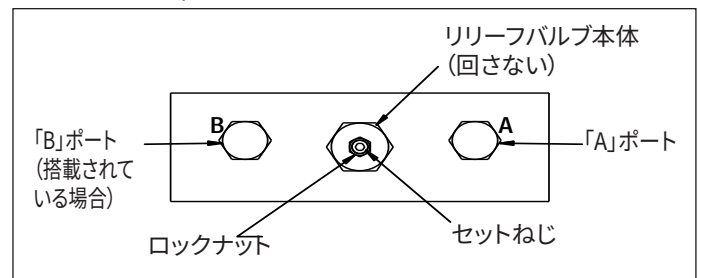

図25: 調整の詳細
1. 0~1,035 bar [0~15,000 psi] のゲージを「A」ポートに取り付けます(図25参照)。